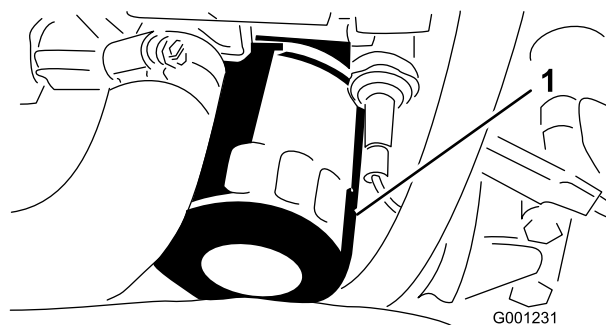

Figure 51
6. Déposez et remplacez le filtre à huile (Figure 51).